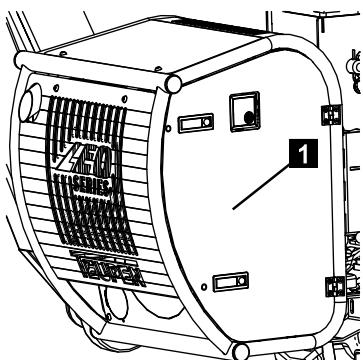

Abb. 190
1. Abdeckung (Abb.190/1) öffnen.